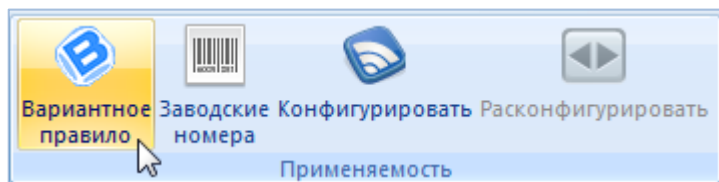

Рис. 10-220 – Запуск редактора вариантных правил
2) В логистической структуре финального изделия выбрать элемент (компонент или логистический элемент), для которого необходимо создать вариантное правило (рис. 10-220).